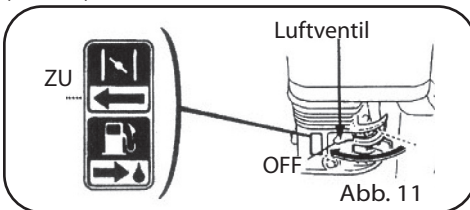

Abb. 11
7. Den Hebel des Luftventils auf "OFF" stellen (Abb. 11).